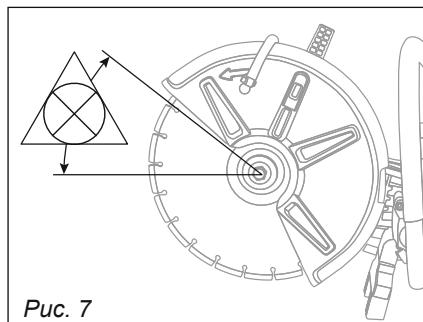

Рис. 7
- Никогда не резать верхней областью диска (рис. 7).